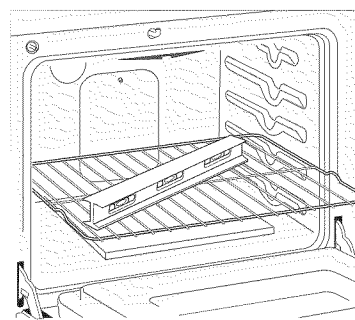

Figure 7
2. Déposez un niveau à bulle sur la grille (voir la figure 7). Prenez 2 lectures en plaçant le niveau en diagonale dans une direction, puis dans l'autre direction. Si nécessaire, ajustez les vis de nivellement à l'aide d'une clé.